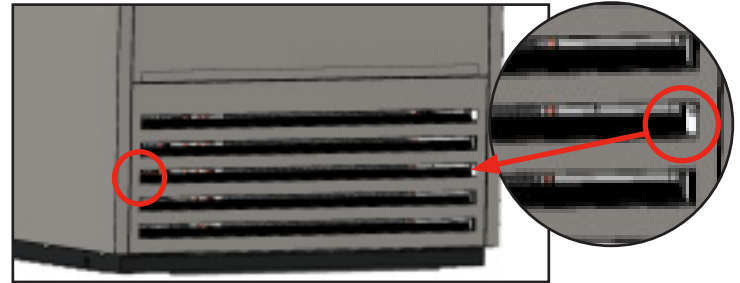

Fig. 1. Togliere la vite che assicura la griglia anteriore.
2. Togliere la vite che assicura la griglia a persiana all'armadietto. Si veda la fig. 1.